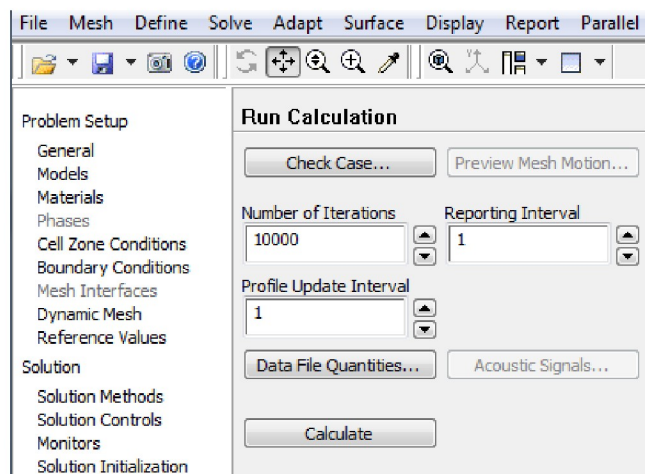

Рисунок 107 – Запуск расчета
17. Запуск расчета для 3D-модели осуществляется следующим образом (рисунок 107):